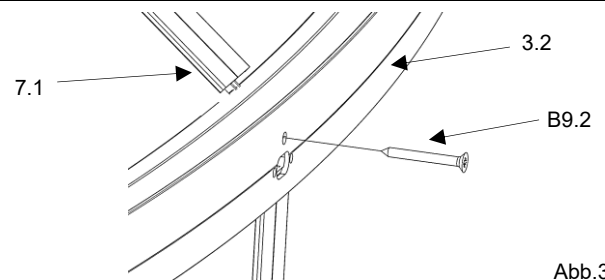

Abb.32
5. die Mittelsprosse (Dach) (7.1) wieder in den Ursprung positionieren und mit einer Senkblechschaube (B9.2) sichern. (Abb.32)